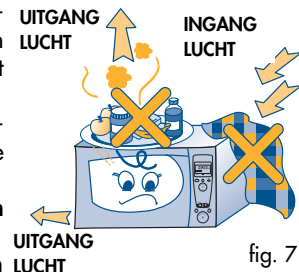

fig. 7
- 6) De openingen voor de luchtingang niet belemmeren. Vooral niets bovenop de oven zetten en nagaan dat de openingen voor de afvoer van lucht en stoom (aan de bovenkant, onderkant en achterkant van het apparaat) **NOOIT BELEMMERD** worden (fig. 7).
- 7) In het midden van de aangegeven cirkel de houder (I) monteren en hierop de draaischijf (H) plaatsen. De pin (D) moet op zijn plaats komen te zitten in het midden van de draaischijf.